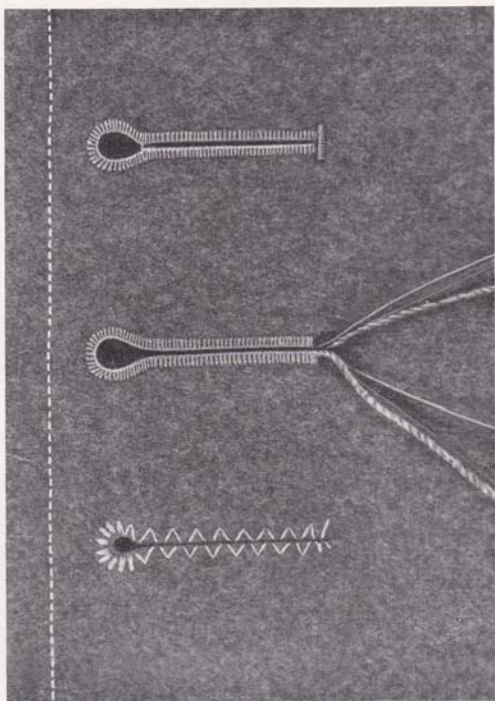

Abb. 33
37. Augenknopflöcher mit hochgezogener Kante. (Abb. 33)
Nach Drehen des Arbeitsstückes nach rechts werden die Fäden nun mit einem Zickzackstich von ungefähr $1\frac{1}{2}$ mm verriegelt. (Abb. 33).